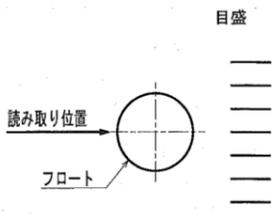

図3 フロート読みとり位置
①当製品及び各接続部に漏れ検知液（家庭用中性洗剤を10～20倍の水で薄めたもの）を塗布し、気泡の発生（ガス漏れ状態）が無いことを確認してください。気泡の発生（ガス漏れ状態）があった場合は「6. 保守点検」表2の手順に従い対処してください。
(5) ガスの使用
①当製品より下流側のバルブをすべて開いてください。
②流量計のフロートを見ながら、流量調整バルブを『OPEN』（反時計回り）方向にゆっくりと回して所定流量に調整し、当製品の使用を開始してください。流量値は図3のように、ボール形フロートの中心で目盛を読んでください。MAGガスを使用する場合は、流量値はアルゴンガスの目盛を読んでください。
③休憩その他のためにガスの使用を一時中止する時も『5.（6）作業終了』の手順に従ってください。
(6) 作業終了
①ガス抜き